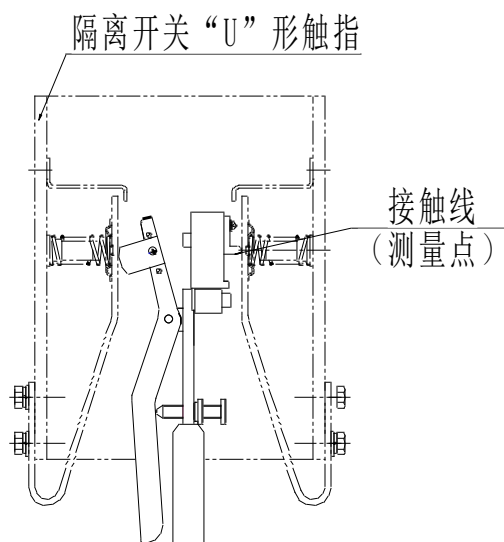

图 9 转入式“U”形触头隔离开关压力测量示意图
4.2.4 图 9 是触头转入式隔离开关（GW4-252、GW7-252 等型号）触指压力测量示意图，由于测量点触指端部较远，不能装配定位件。